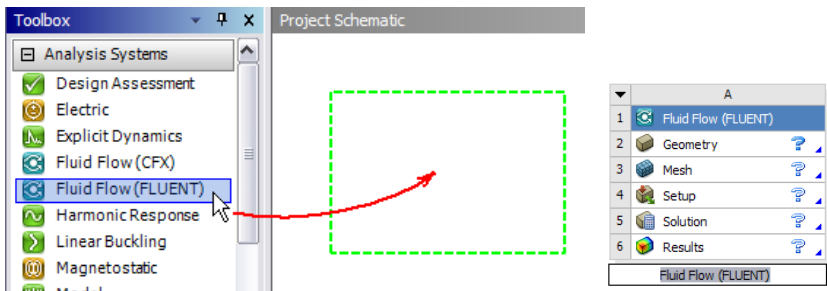

Рис. 2 - Перенос системы анализа потоков Fluent на поле проекта
1. «ухватите» компонент (нажав и удерживая левую кнопку мыши) и перетащите его на свободное поле проекта к любому месту, где появится зелёный пунктирный прямоугольник, разрешающий размещение, и «бросьте» его там (отпустите кнопку мыши) (рис. 2);